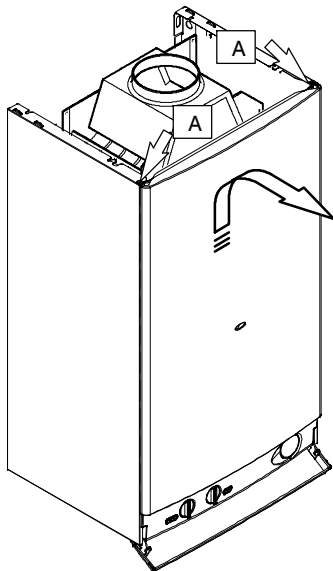

fig. 9.1
- 1 Aflojar los tornillos "A". Retirar el panel frontal desplazándolo hacia arriba de modo que se suelte de los ganchos de abajo fig. 9.1